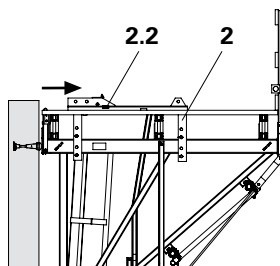

Fig. B2.05
1. Arretrare il carrello CB 240 (2) e bloccarlo con il cuneo (2.2). (Fig. B2.05)